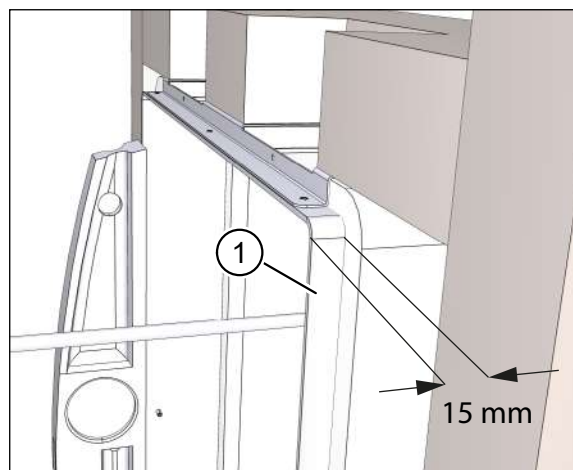
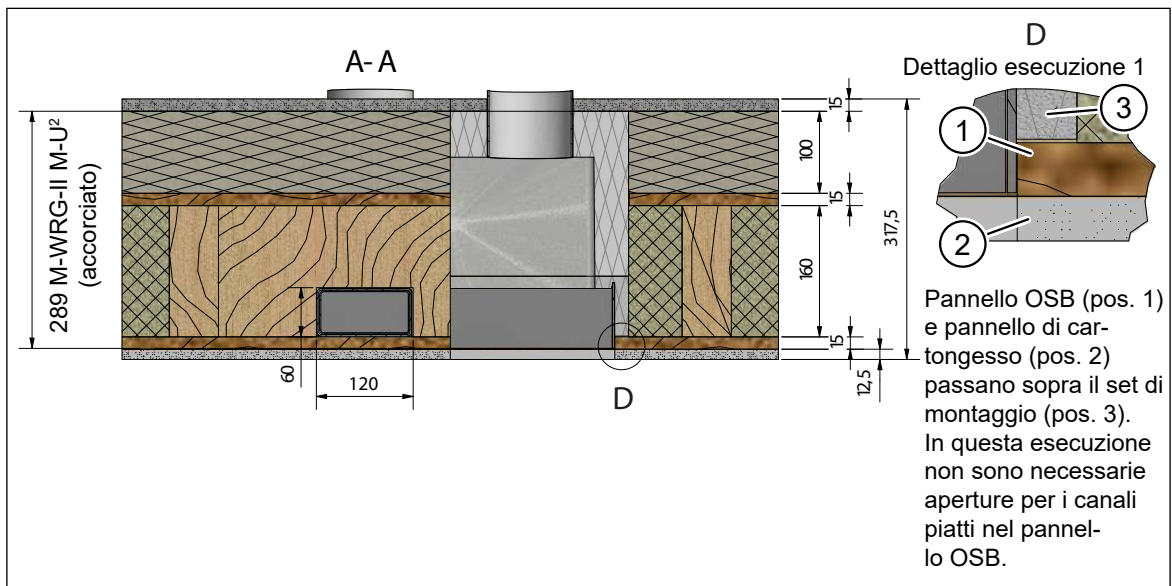
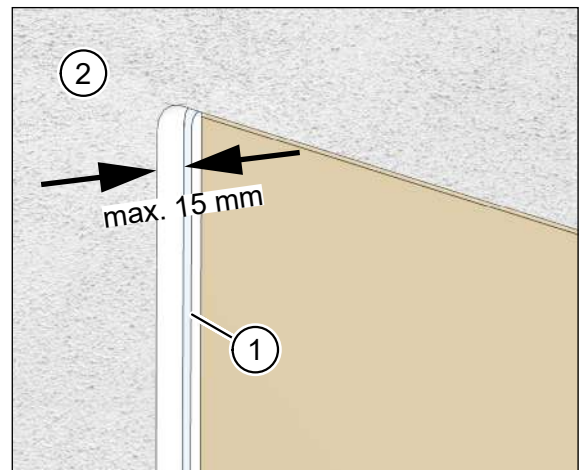

Fig. 51: Profondità della cornice intonaco 15 mm
Fig. 52: Collegamento a livello tra cornice intonaco e rivestimento della parete interna
Fig. 62: Il rivestimento può sporgere di max. 15 mm
- ▶ Inserire la cassetta a muro fra i due travetti quanto basta in modo che la cornice intonaco (pos. 1 nella Fig. 51) sia a livello del successivo rivestimento della parete interna (p. es. pannello OSB + pannello di cartongesso) o che il rivestimento della parete interna sporga leggermente dalla cornice intonaco (vedere sezione A-A e dettaglio D nella Fig. 52 e nella Fig. 62 a pagina 50).
- La profondità della cornice intonaco è di 15 mm (vedere la Fig. 51).
- Il pannello di cartongesso (pos. 2 nella Fig. 62) può sporgere oltre la cornice intonaco (pos. 1 nella Fig. 62) al massimo per 15 mm.